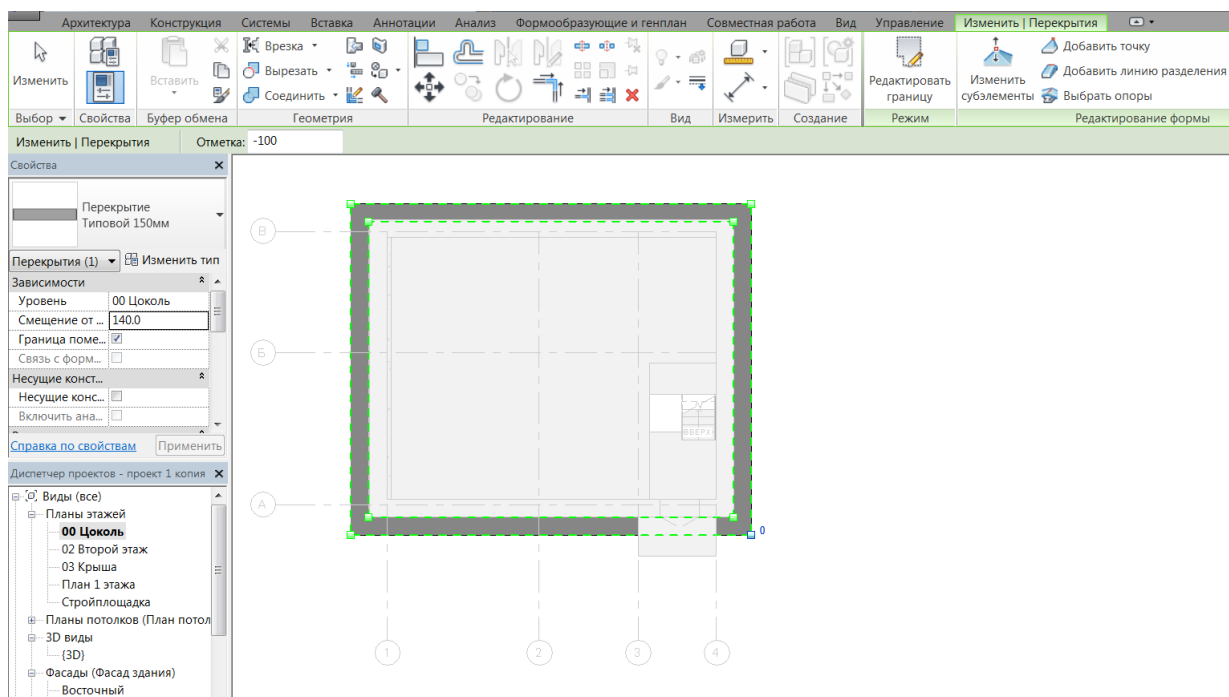

Рис. 113
8. Для изменения высоты наружного контура щелкнуть по каждому из наружных квадратов, предварительно устанавливая в окне **Отметка** - **-100 мм** (рис.113).